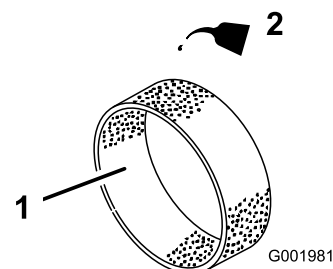

Figura 45
4. Ponga 30–60 ml de aceite en el elemento (Figura 45).